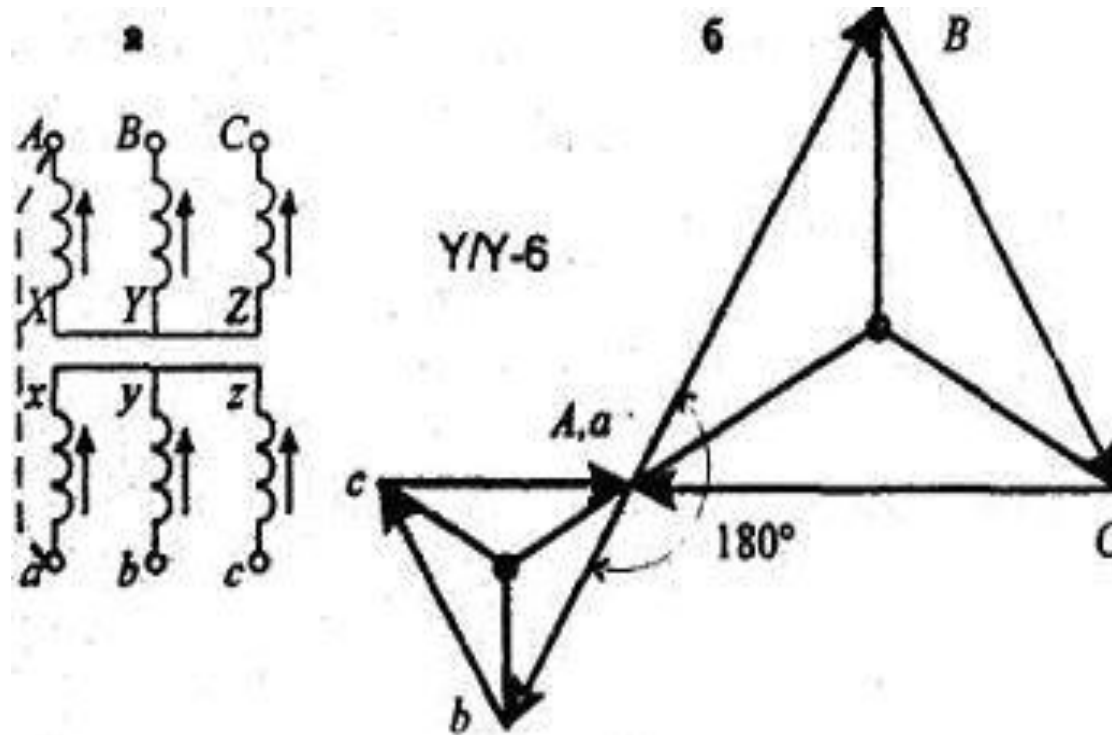

Рис. 5
- Если изменить маркировку зажимов вторичной обмотки на противоположную (рис. 5. а, то при перемаркировке концов и начал вторичной обмотки фаза ЭДС меняется на 180° .